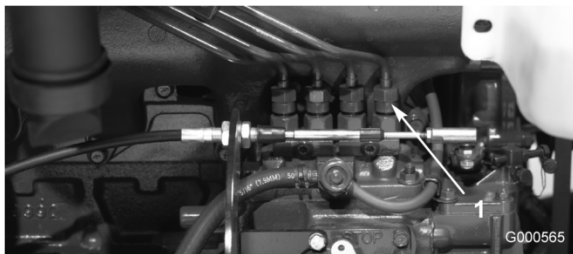

Bild 37
1. Lockern Sie den Leitungsanschluss an der Injektordüsen- und Halterungsgruppe Nr. 1 an der Einspritzpumpe (Bild 37).